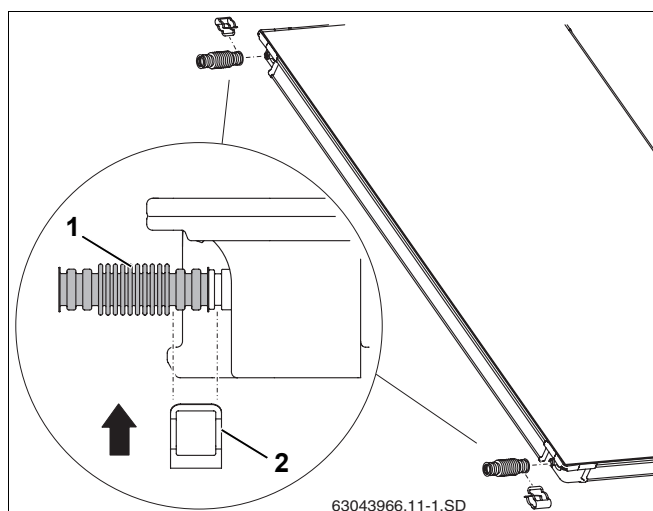

Рис. 48 Монтаж гофрированной соединительной трубы на первом коллекторе
- Надеть гофрированные трубы (рис. 48, поз. 1) на левые штуцеры первого коллектора.
- Установить зажимы (рис. 48, поз. 2) для фиксации гофрированных труб на штуцерах коллектора.